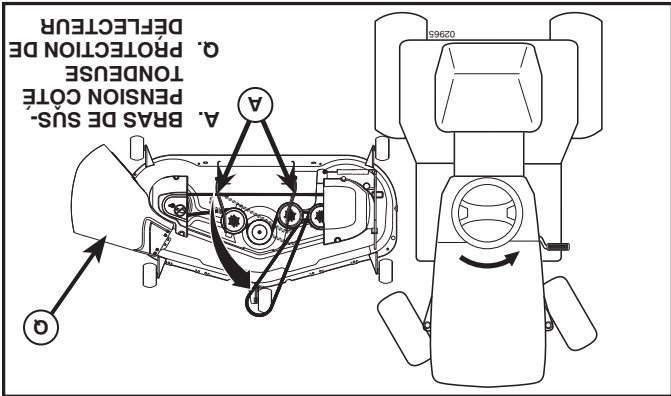

Fig. 7
4. GLISSER LA TONDEUSE SOUS LE TRACTEUR (Voir la Fig. 7)
• **REMARQUE :** Les bras de suspension côté tondeuse (A) doivent pointer vers l'avant avant de glisser la tondeuse sous le tracteur.